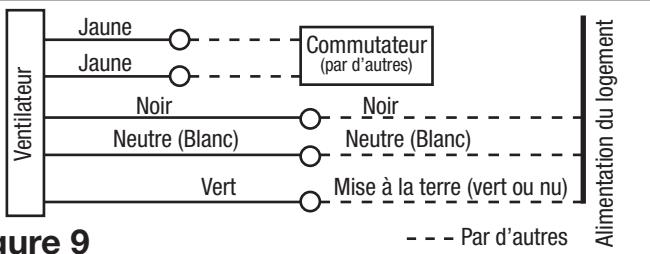

Figure 9
2. **Ventilation continue:** Pour les ventilateurs à deux vitesses, raccordés pour une ventilation continue. Connectez le fil blanc du ventilateur au fil blanc (neutre) de la source d'alimentation. Connectez le fil de terre de la maison au fil vert du boîtier du ventilateur. Connectez le fil noir du ventilateur au fil noir (chaud) de la source d'alimentation. Utilisez un interrupteur à bascule standard duplex, correctement mis à terre, pour relier le fil jaune chaud du ventilateur à l'entrée de l'interrupteur. Connectez le deuxième fil jaune du ventilateur au côté de sortie du commutateur. Fermer l'interrupteur changera la vitesse de normale à haute vitesse (**Figure 9**).